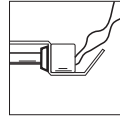

Abbildung 1
1. Anschlusskabel auseinanderwickeln (Abbildung 1).